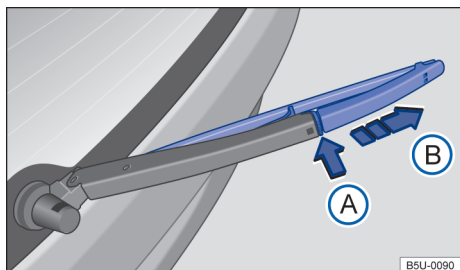

Fig. 132 Sustituir la escobilla limpiaparabrisas de la luneta trasera.
- Mantener la tecla de desbloqueo → fig. 132 (A) presionada y, al mismo tiempo, retirar la escobilla de los limpiaparabrisas en el sentido de la flecha.
- Retirar la escobilla del limpiapuneta en el sentido de la flecha (B).